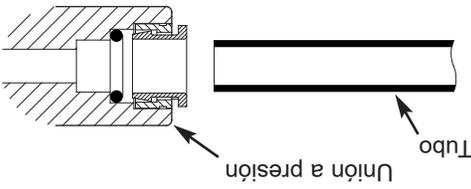

FIG. 18
3. Corte el tubo en ángulo recto y a la medida. Vea la Fig. 18.
2. Corte el tubo recto y a la medida. Vea la Fig. 18.
5. Corte el tubo recto y a la medida. Vea la Fig. 18.
3. Corte el tubo recto y a la medida. Vea la Fig. 18.
4. Corte el extremo del tubo en ángulo recto. Vea la Fig. 18.
1. Use un cortador o cuchillo filoso para cortar el extremo de la tubería. Siempre corte la tubería en ángulo recto. Vea la Fig. 18.
ninguna otra sección despareja. Si es necesario, vuelva a cortar el tubo. Vea la Fig. 18.
A. Tienda el extremo suelto del tubo rojo por la encimera al grifo. B. Corte el extremo suelto del tubo rojo en forma recta y en el tramo correcto. En la Fig. 18 encontrará las instrucciones de corte.